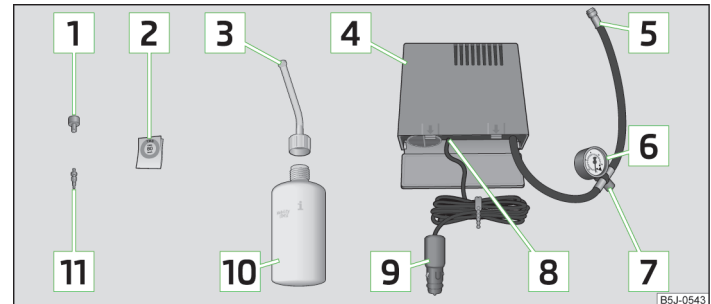

Abb. 147 Bestandteile des Pannensets
- Den Aufkleber **2** » Abb. 147 auf Seite 183 auf die Schalttafel im Sichtfeld des Fahrers kleben.
- Die Reifenfüllflasche **10** » Abb. 147 auf Seite 183 einige Male kräftig hin und her schütteln.
- Den Reifenfüllschlauch **5** » Abb. 147 auf Seite 183 des Luftkompressors fest auf das Reifenventil schrauben.